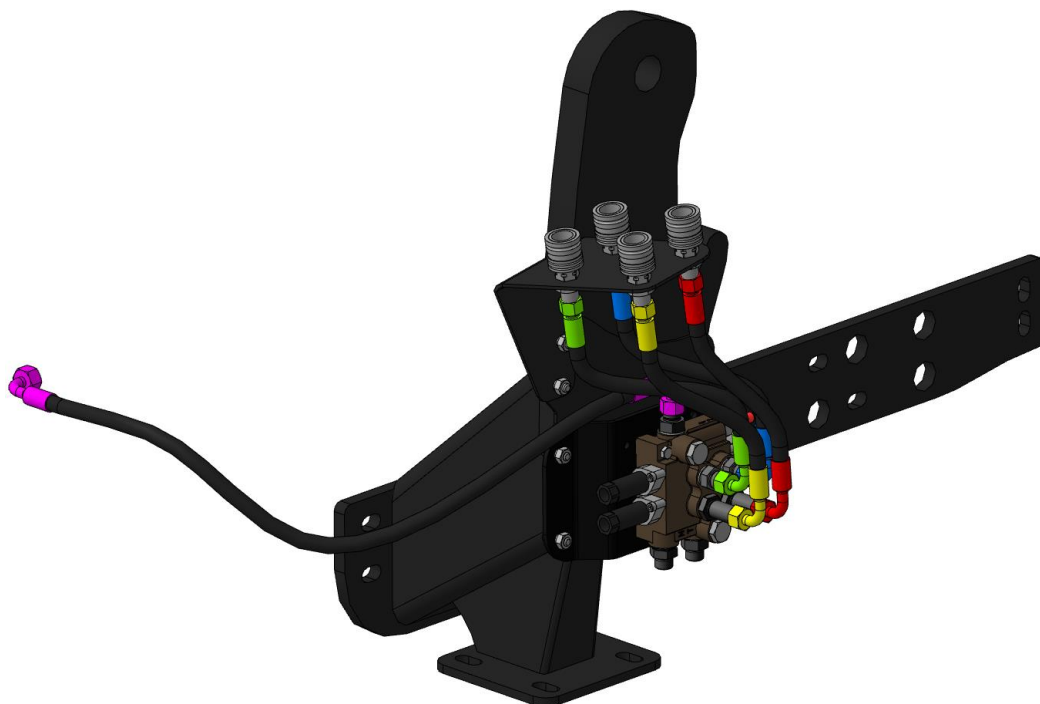

Рисунок 2.5
2.2.2.8 Присоединить угловым концом с гайкой M20x1,5 РВД напора к адаптеру, установленному в порт Р гидрораспределителя (рис. 2.5). Другой конец РВД, угловой с гайкой M24x1,5, при подключении к гидросистеме трактора, навинчивают на штуцер насоса НШ-32 гидросистемы трактора.